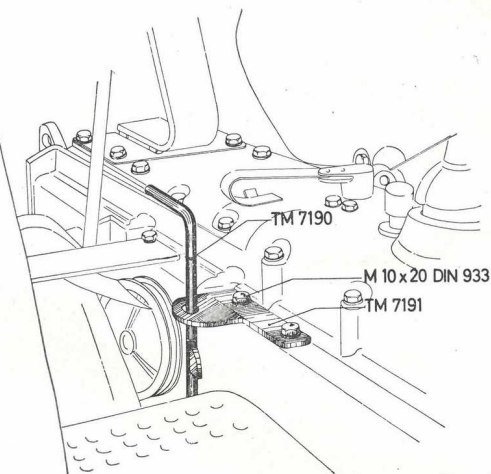

Fig. 8
9. La **plaque** TM 7191 se fixe par 2 boulons 6 pans M 10×20 sur le carter, à droite (Fig. 8).